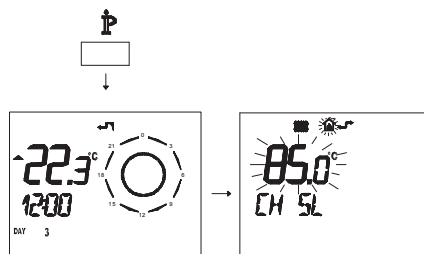

Figura 5.50
- Premere per più di 3 secondi il pulsante  $\text{P}$  per entrare in modalità **INFO** (Figura 5.50).